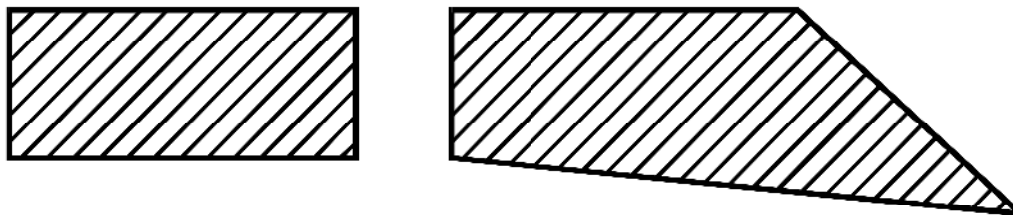

Рис. 5.6 Ассоциативная штриховка регенерируется после изменения ограничивающего контура
На рис. 5.6 показан случай, когда с помощью ручек был растянута контур прямоугольника и ассоциативная штриховка автоматически заполнила новую фигуру. (Редактирование объектов с помощью ручек описано в лабораторной работе №8.)
11. Повторите пример, показанный на рис. 5.6.